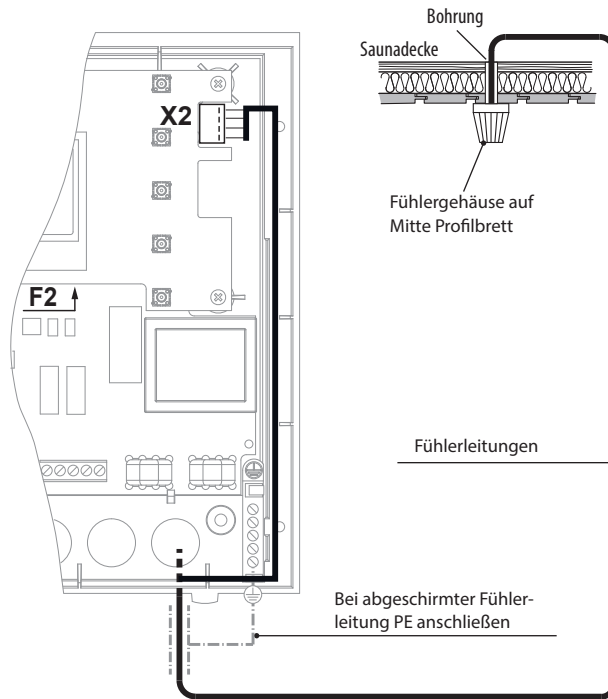

Abb. 11
- Föhren Sie die Föhlerleitungen zum Steuergerät und föhren sie durch die rechte Kabeleinföhrenung in das Gerät. Verlegen Sie die Föhlerleitungen innerhalb des Steuergerätes wie in Abb. 11 gezeigt. Schließen Sie die Föhlerleitungen gemäß Abb. 12 an. Hierzu wird der Stecker X2 von der Platine abgezogen und nach dem Anschließen wieder eingesteckt.